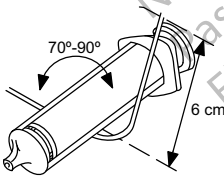

Abbildung 3. Biegen des Mandrins
2. Wählen Sie einen Mandrin nach der Funktion und der bevorzugten Festigkeit. Falls gewünscht, können Sie den Mandrin mit einem sterilen Instrument mit glatter Oberfläche (z. B. einem 10-ml- oder 12-ml-Spritzenkolben) vorsichtig formen (Abbildung 3 Biegen des Mandrins auf Seite 18). Bei einer leichten Krümmung ist die Wahrscheinlichkeit, dass sich der Mandrin während des Gebrauchs streckt, geringer als bei einem scharfen Knick.